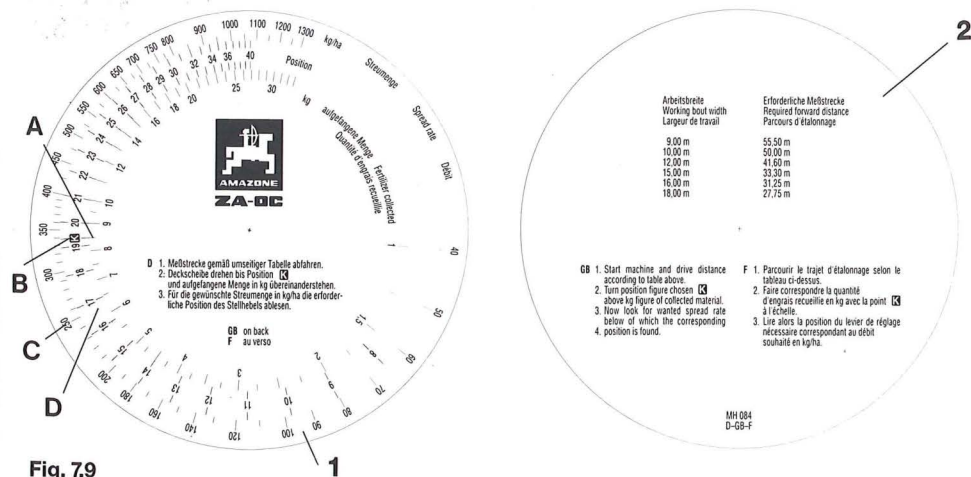

Fig. 7.9
- Uit de tabel (fig.7.8/1) van Nomogramm (fig.7.8/2) en de tabel (7.9/1) van de rekenschijf (fig.7.9/2) de, voor de gewenste werkbreedte benodigde meetstrook nemen. Met meetstrook, op het veld exakt afmeten. Het aanvangs- en eindpunt van de meetstrook markeren.
- Op de rekenschijf (fig.7.9/2) voor opgevangen kunstmest-hoeveelheden (kg), getallen waarde (fig.7.9/A) op de binnenschaal opzoeken en met de stelhendel stand "K" (fig.7.9/B) van de gekleurde schaal, tegenover elkaar stellen.
- Gewenste strooihoeveelheid (fig.7.9/C) op de buitenste schaal opzoeken en de gewenste schuiven stand (fig.7.9/D) op de kleurige schaal aflezen.